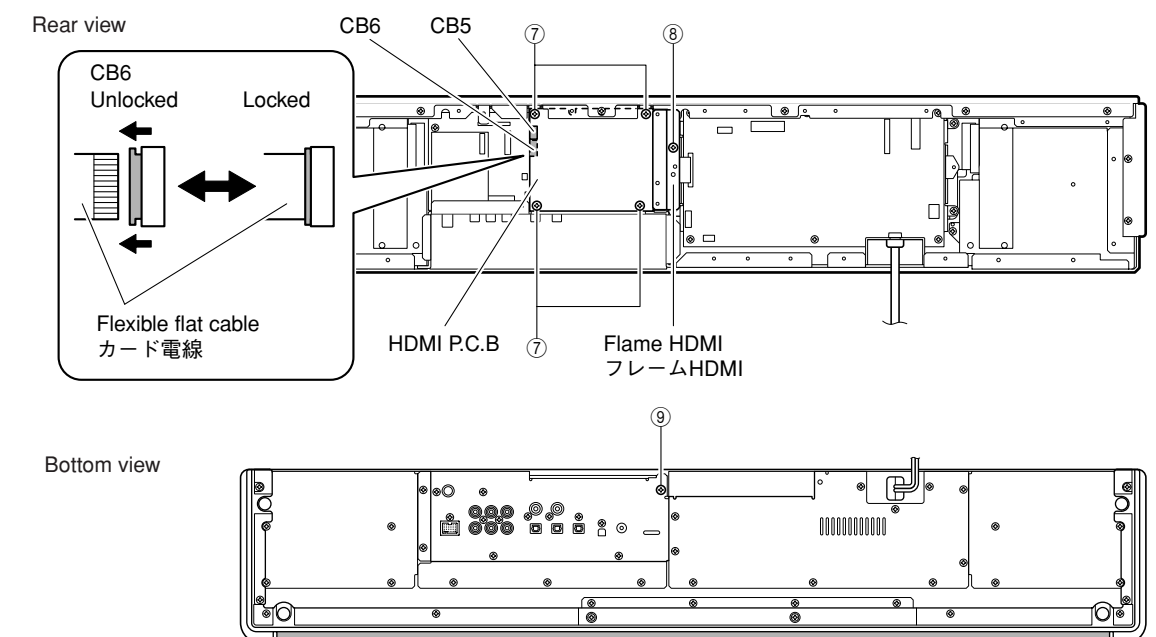

Fig. 2
- Remove 4 screws (⑦), screw (⑧) and screw (⑨). (Fig. 2)
- Remove CB5. (Fig. 2)
- Release the lock and remove CB6. (Fig. 2)
- Remove HDMI P.C.B. together with flame HDMI. (Fig. 2)
- ⑦のネジ4本、⑧のネジ1本、⑨のネジ1本を外します。(Fig. 2)
- CB5を外します。(Fig. 2)
- ロックを外し、CB6を外します。(Fig. 2)
- HDMI P.C.B.をフレームHDMIと一緒に取り外します。(Fig. 2)